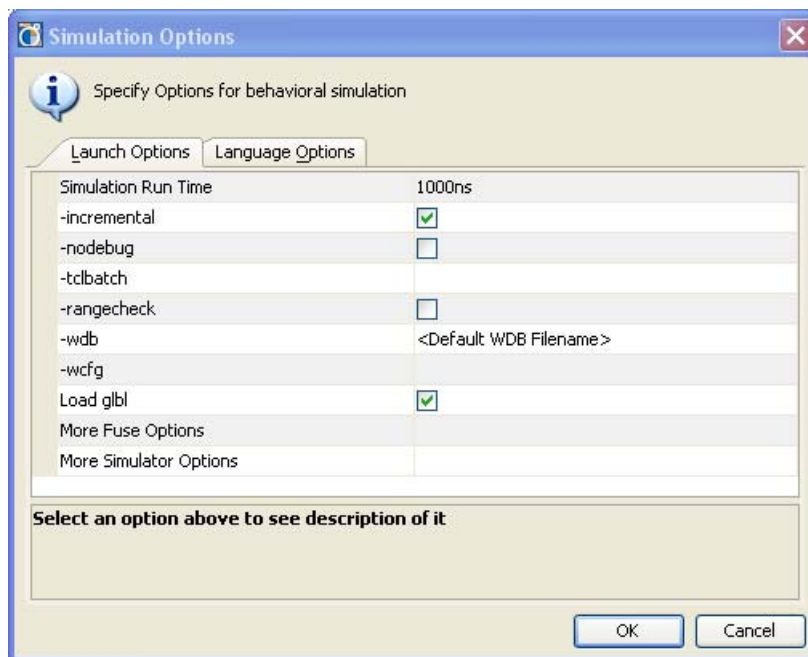
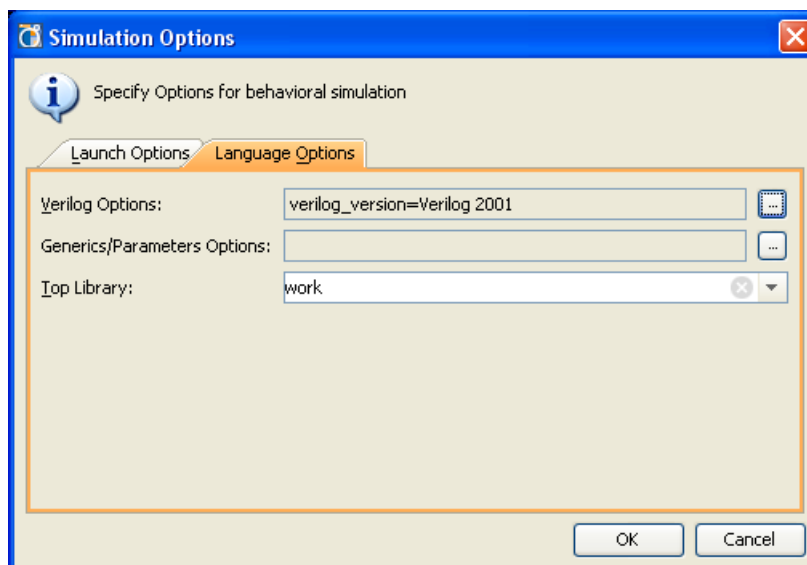

図 5-11： [Simulation Options] ダイアログ ボックス
図 5-12： [Simulation Options] ダイアログ ボックスの [Language Options] タブ
- [Options] : 194 ページの図 5-11 および 196 ページの図 5-12 に示す [Simulation Options] ダイアログ ボックスを開きます。
[Simulation Options] ダイアログ ボックスの [Launch Options] タブでは、Fuse および ISim で実行される起動オプションを指定します。194 ページの図 5-11 に、[Simulation Options] ダイアログ ボックスを示します。
196 ページの図 5-12 に、[Simulation Options] ダイアログ ボックスページで [Language Options] タブを開いているようすを示します。